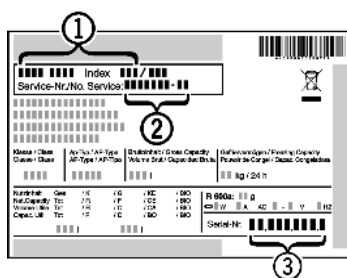

Fig. 6
- Označení přístroje *Fig. 6 (1)*, servisní číslo *Fig. 6 (2)* a sériové číslo *Fig. 6 (3)* naleznete na typovém štítku. Identifikační typový štítek je umístěn na levé vnitřní stěně přístroje.
- Informujte zákaznický servis a sdělte poruchu, označení přístroje *Fig. 6 (1)*, servisní číslo *Fig. 6 (2)* a sériové číslo *Fig. 6 (3)*.